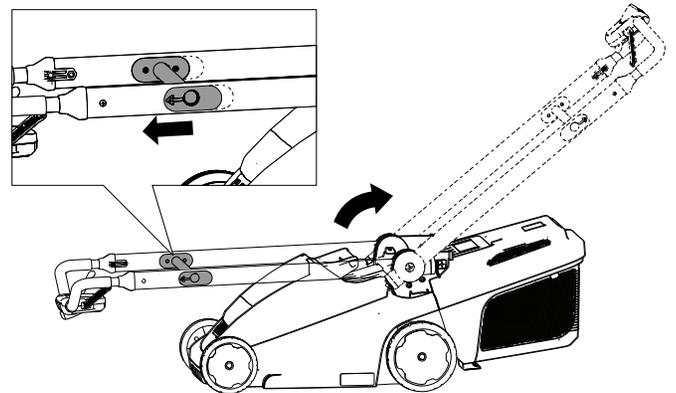

Figure 5
2. Tirez la barre de déblocage du vers la partie supérieure du guidon pour débloquer le verrou du guidon (Figure 5).
3. Relevez le guidon vers l'arrière, en position d'utilisation, et relâchez la barre de déblocage (Figure 5).